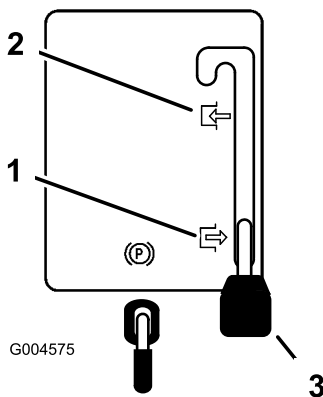

Bild 10
2. Stellen Sie den Zapfwellenantriebshebel (ZWA) auf „Eingekuppelt“ (Bild 10).
2. Kuppeln Sie den Zapfwellenantrieb (ZWA) aus (Bild 10).
4. Kuppeln Sie den Zapfwellenantrieb (ZWA) aus (Bild 10).